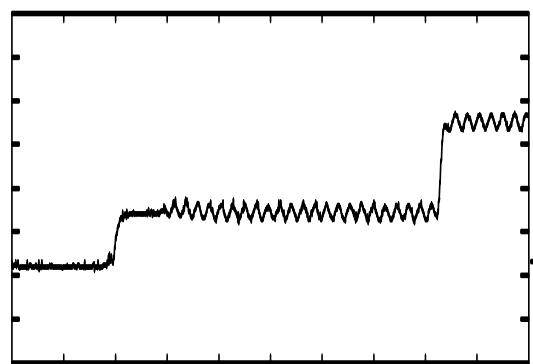

figura 3
- Baje el coeficiente de barrido a 2 μ s/div. El inicio de línea se dilata, el punto de activación permanece sin cambios (impulso de sincronización de línea) (figura 3).